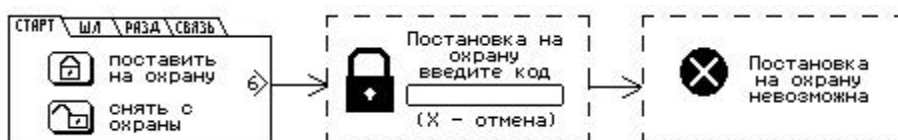

Рис.6.11 Постановка на охрану раздела запрещена — нет связи с ПЦО
**6** Если в раздел входит шлейф охранный и он находится в нарушенном состоянии или отсутствует связь прибора с ПЦО по основным каналам, в этом случае постановка раздела под охрану запрещена, на экране отображается сообщение об запрете постановки на охрану (рисунок 6.11) и звучит сигнал ошибки — длинный звуковой сигнал низкого тона.